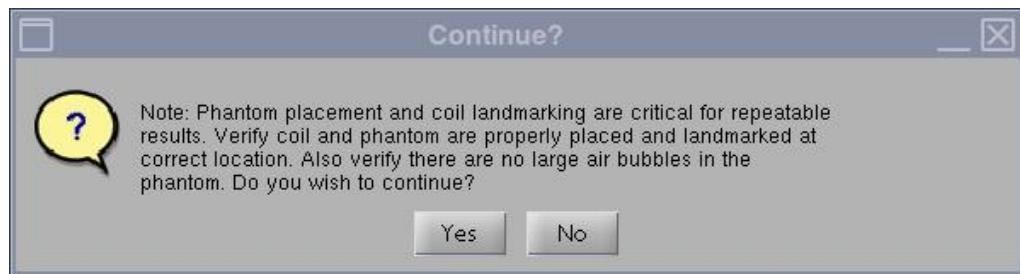

图 4
3. 启动时，将显示一条注释，说明“Phantom placement and coil landmarking are critical for repeatable results（模体放置和线圈标记对准对于可重复的结果至关重要）”。如果已正确设定标记，并且模体中没有气泡，则单击[Yes (是)]，继续。（图 4）。